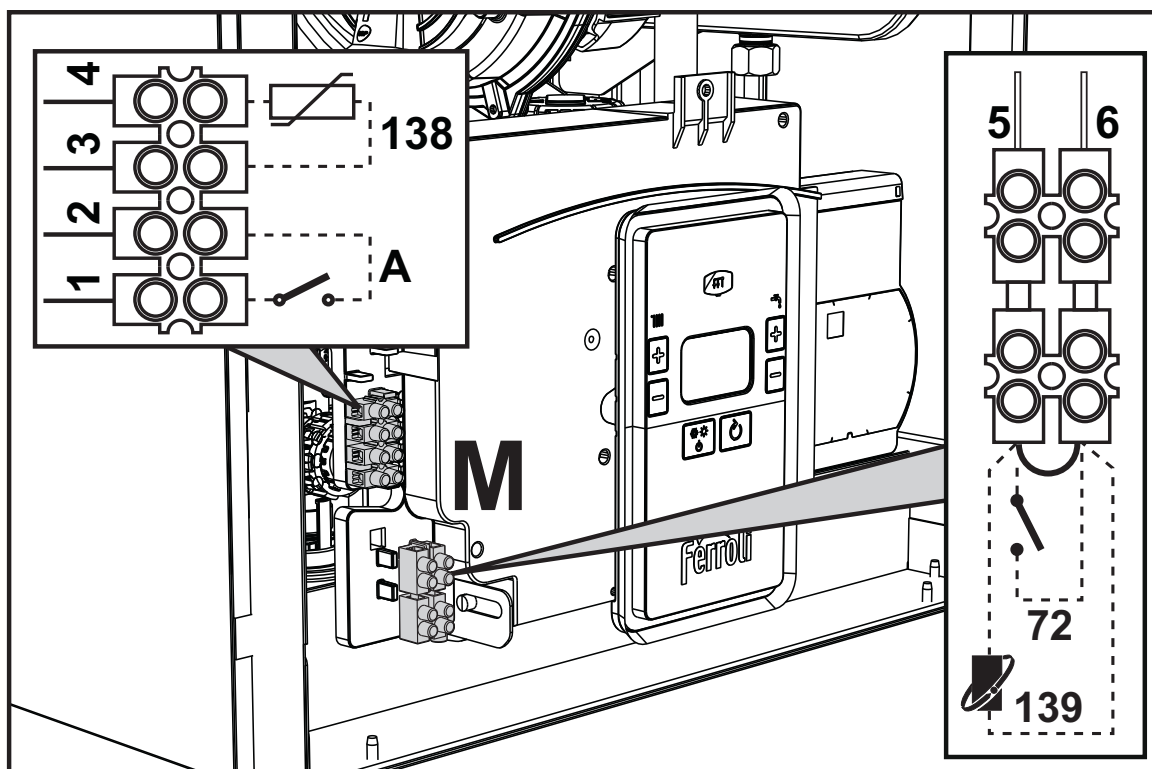
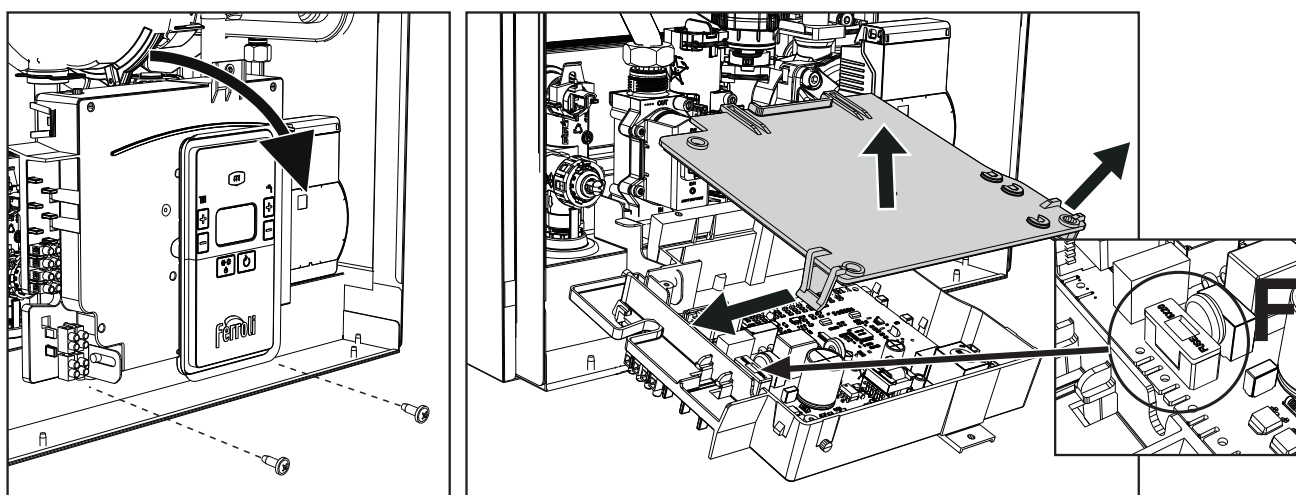

fig. 22
fig. 23
Après avoir retiré le panneau avant ("Ouverture du panneau avant" à la page 36), il est possible d'accéder aux borniers (M) et au fusible (F), en suivant les indications ci-après (fig. 22 et fig. 23). **Les borniers indiqués en fig. 23 doivent être du type à contacts propres (et non pas 230 V).** La disposition des barrettes pour les différentes connexions est reportée dans le schéma électrique au chapitre des données techniques fig. 45.
Configuration interrupteur ON/OFF (A fig. 23)